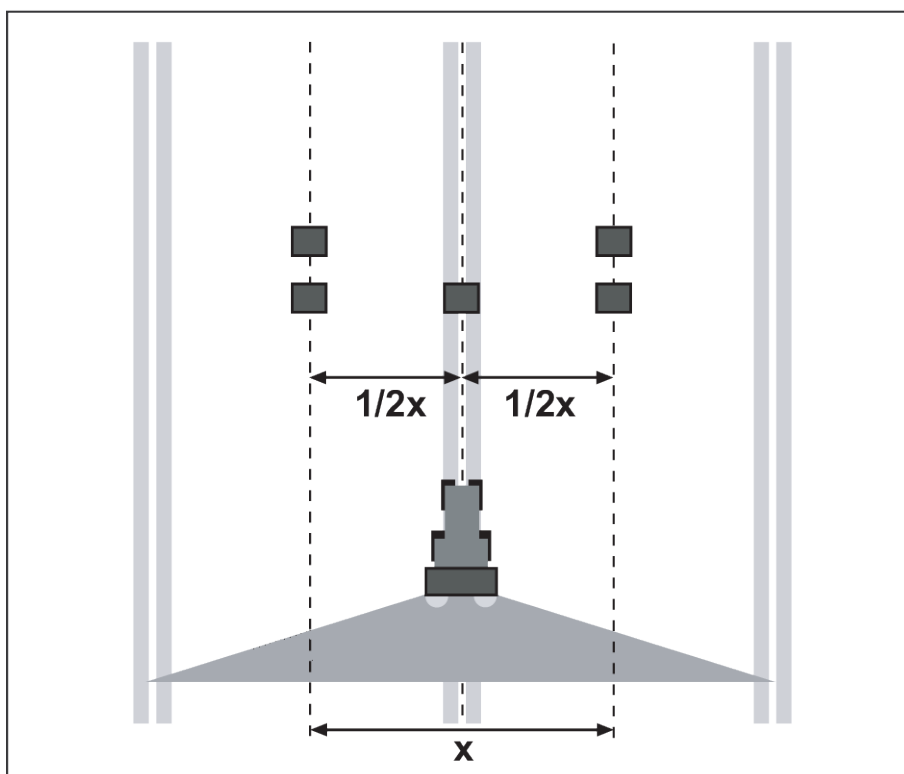

Fig. 34: Uppställning för en passering
- ▶ Ställ upp två uppsamlingsskålar i överlappningszonerna (mellan körfälten), den ena bakom den andra med ett mellanrum på **1 m** och placera en uppsamlingsskål på körspåret (enligt Fig. 34).